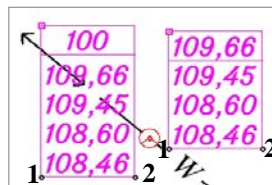

Рис. 8.5
10. В классификаторе для этого объекта назначены две подписи, которые немного отличаются своим составом (рис. 8.5).
В группе параметров **Подписи объекта** есть настройка на создание этих подписей (рис. 8.4). Не закрывая метод создания ТТО, можно перемещать и поворачивать подписи интерактивно, захватывая управляющие точки **1** и **2**, и отключать/включать видимость подписей, щелкая курсором по символу  в левом верхнем углу подписи (рис. 8.5).